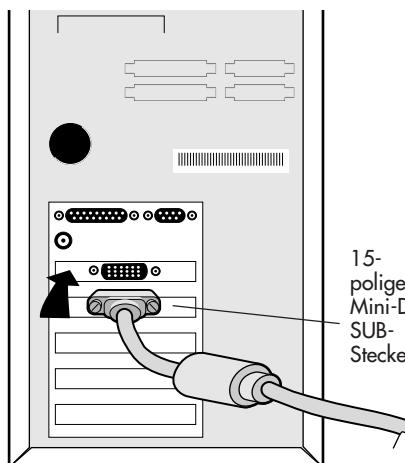
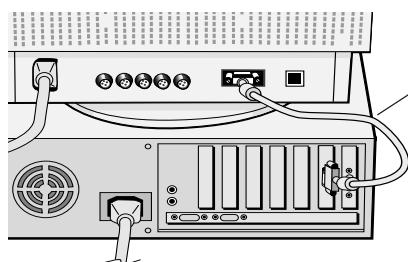

Abbildung A.1
Abbildung A.2
2. Beim PC: Schließen Sie den ein 15-poligen Mini-D-Sub-Signallabels an den Verbindungsstecker der Grafikkarte in Ihrem System an (**Abbildung A.1**) und stecken Sie das andere Ende in die Rückseite des Monitors (**Abbildung A.2**). Ziehen Sie alle Schrauben fest. Gehen Sie zu Schritt 4 weiter.